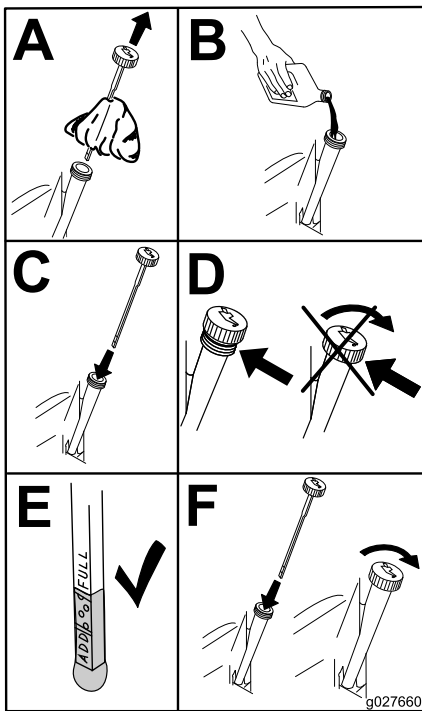

Figure 55
6. Versez lentement environ 80 % de l'huile spécifiée dans le tube de remplissage, puis faites l'appoint lentement jusqu'à ce que le niveau atteigne le repère maximum (Full) (Figure 55).